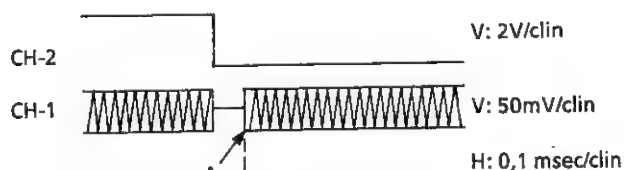
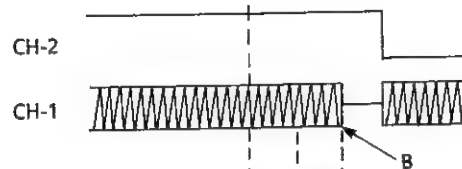

Abbildung 2-8.
Abbildung 2-9.
3. Den HiFi-Kopfumschaltimpuls-Einstellpotentiometer R1703 ganz gegen den Uhrzeigersinn drehen, um die in Abbildung 2-8 dargestellte Wellenform zu erhalten.
4. R1703 im Uhrzeigersinn drehen, um die in Abb. 2-9 dargestellte Wellenform zu erhalten.
5. R1703 so einstellen, daß die hintere Flanke des Kopfumschaltimpulses bei 50 µsec links von der Mittelposition zwischen Punkt A in Abb. 2-8 und Punkt B in Abb. 2-9 ausgerichtet ist.